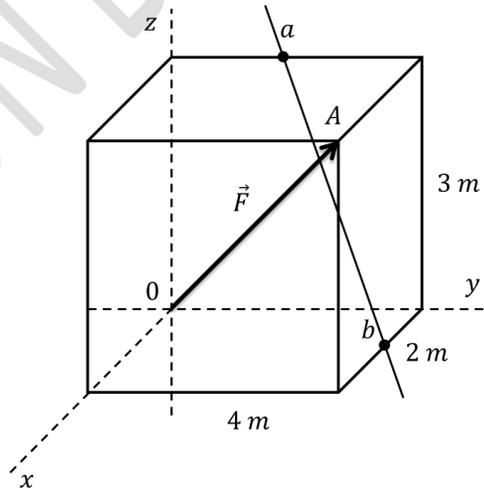

Fig. 1.4.
1.5.- Una fuerza de módulo $F = 10\sqrt{29} \text{ (N)}$ se aplica a lo largo de la diagonal de un paralelepípedo de lados $(2,4,3) \text{ (m)}$, como lo muestra la Fig. 1.4. Los puntos a y b son puntos medios de sus respectivos lados. Calcular: